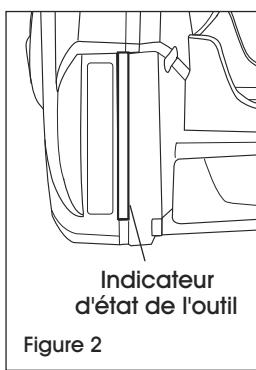

Figure 2
- Le voyant à DEL bleu émettant deux pulsations indique que la batterie a été insérée et que la détente a été actionnée une fois. L'outil se met en marche. (Voir Figure 2)